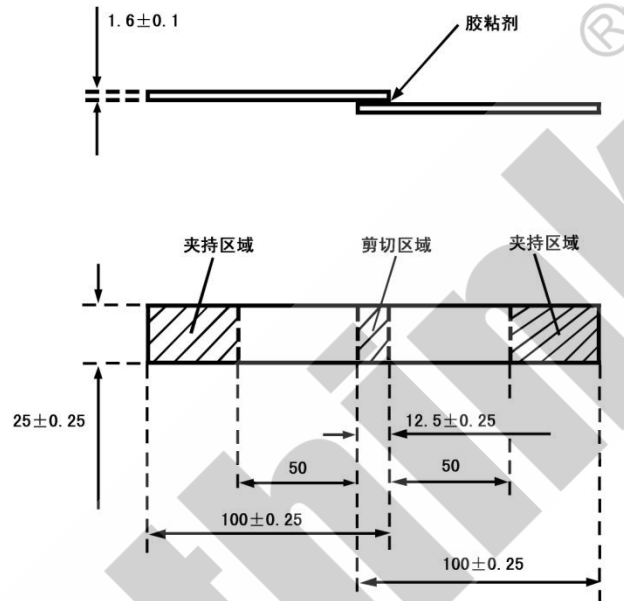

图 2. 剪切强度测试试样夹持
按照标准要求制备试样: 试样根据图 2 要求制备至少五个, 粘接面长度为 $12.5\text{mm} \pm 0.25\text{mm}$ 。将试样对称的夹在 NLW-20 胶粘剂拉伸剪切试验机的夹具上, 夹持处至距离最近的粘接端的距离为 $50\text{mm} \pm 1\text{mm}$ 。夹具中可使用垫片, 以保证作用力在粘接面内。启动仪器, 以 $5\text{mm}/\text{min} \sim 50\text{mm}/\text{min}$ 的恒定速度进行试验, 使一般破坏时间介于 $65\text{s} \pm 20\text{s}$ 。仪器自动计算试样的破坏载荷 (N)。至少测试五个试样, 取平均值, 即为剪切强度。